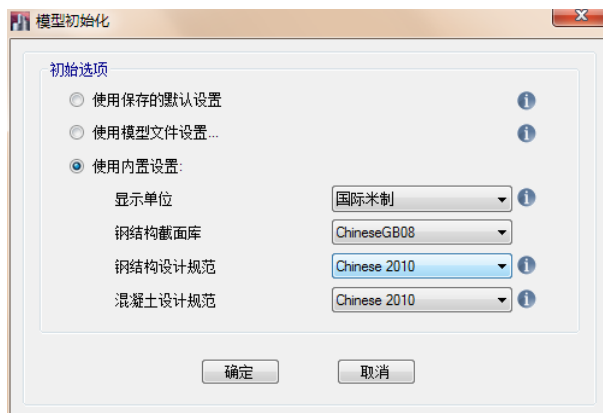

图 1-2 模型初始化对话框
2. 点击开始页的**新模型**按钮，或点击菜单：**开始>新模型**命令，弹出如图 1-2 所示的**模型初始化**对话框。